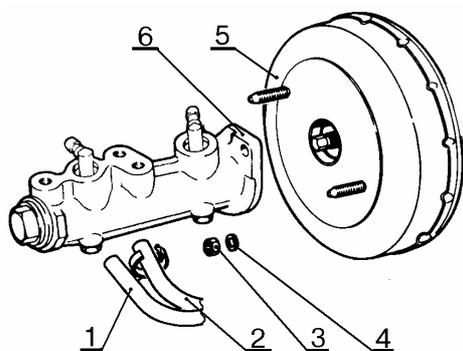
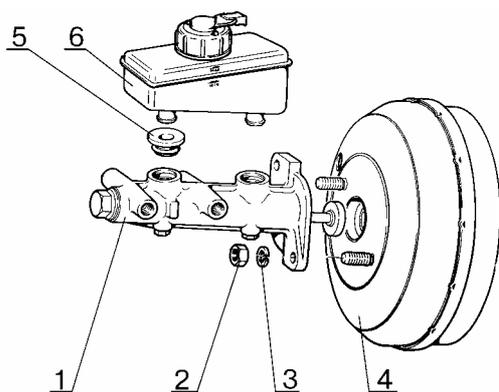

Рис. 18.
Рис. 19.
9.1 Снять главный цилиндр 6, рис. 18, тормозов на автомобиле 2101 – 07 и автомобиле семейства 2121:
9.2 Снять главный цилиндр 1, рис. 19, тормозов на автомобилях семейств 2108, 2110 и 2120:
Установить цилиндр в последовательности обратной снятия. Момент затяжки гайки 3, рис. 18, и гайки 2, рис. 19, должен быть (27...33) Н.м [(2,7...3,3) кгс.м] (ключ динамометрический 02.7812-4006, головка сменная 13).